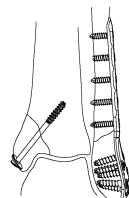

図 32
- 7) ガイドピンを取り外し, インプラントの状態を正面像及び側面像で確認し, 縫合して手術を終了します。(図 32)